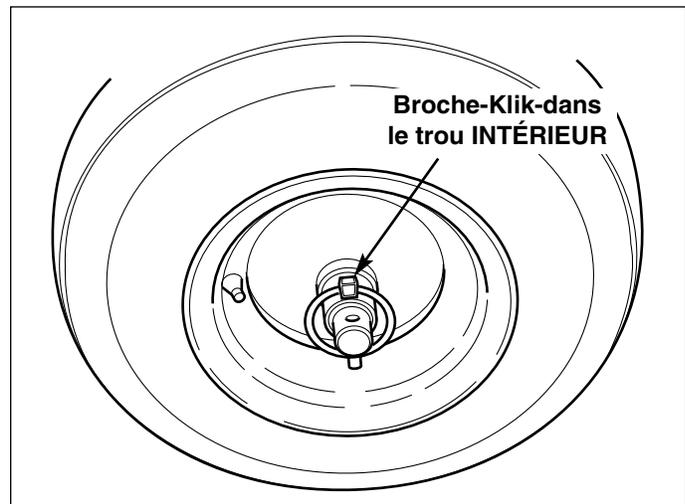

Figure 12. Blocage de l'entraînement de traction - Engagé
3. Pour **ENGAGER** le blocage d'entraînement de traction, insérer la broche dans le trou qui traverse le moyeu et l'essieu (Voir Figure 12). Si le trou dans le moyeu n'est pas aligné avec le trou intérieur de l'essieu, pousser le chasse-neige jusqu'à ce que les trous s'alignent et insérer la broche de blocage de traction.